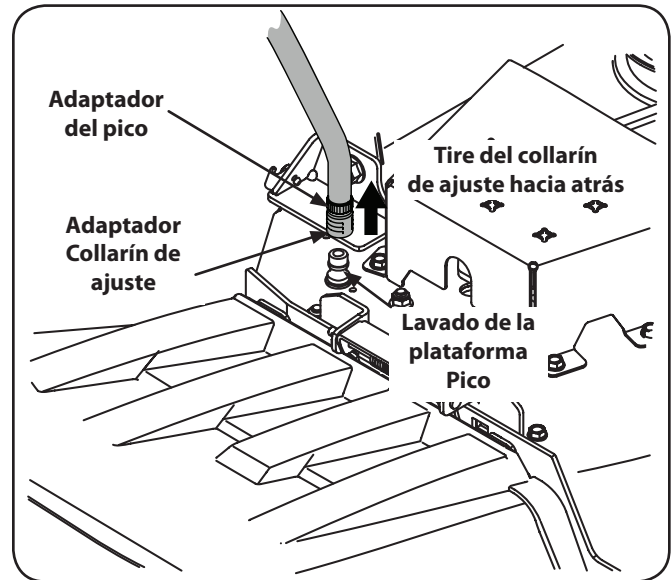

Figura 6-4
3. Tire hacia atrás el collarín de ajuste del adaptador del pico y empuje el adaptador hacia uno de los picos de lavado de plataforma de cualquiera de los dos extremos de la plataforma de corte. Suelte el collarín de ajuste para trabar el adaptador en el pico. Vea la Figura 6-4.